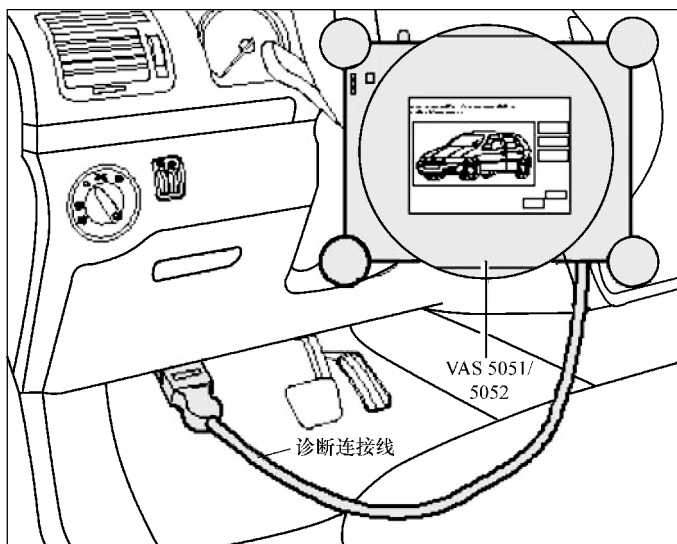

图 27-9 连接 VAS 5051/ 5052 诊断仪
- ① 将诊断连接线的插头插到驾驶人脚部空间的诊断接口上，如图 27-9 所示。
- ② 打开点火开关到 ON 位置。